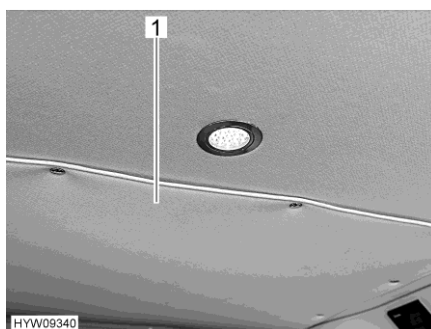
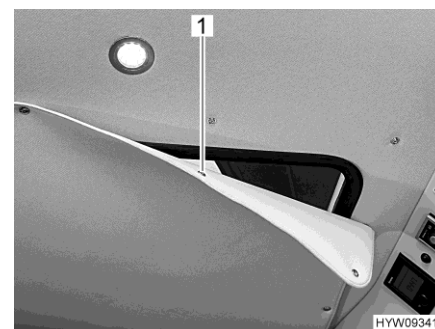

Fig. 33 Cubierta (cerrada)
Fig. 34 Cubierta (parcialmente abierta)
- Abrir paso:* ■ Retirar la cubierta (Fig. 33,1) en el forro interior del techo del habitáculo. Para ello, soltar los botones de presión (Fig. 34,1) en todo el perímetro.
- Cerrar al paso al techo elevable para dormir con la cubierta (Fig. 33,1).